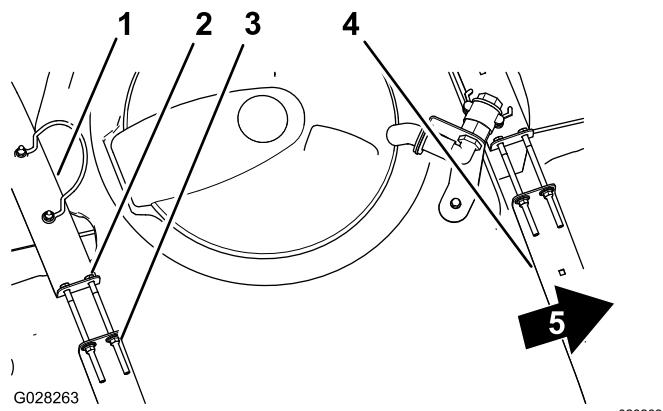

Figure 25
2. Vérifiez qu'il n'y a aucun jeu entre les sangles et la cuve (Figure 25).
que ces dernières soient parfaitement en appui sur la surface de la cuve (Figure 25).